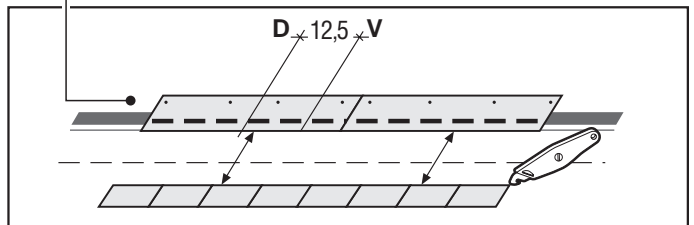

fig. 3
### Installazione (fig. 3/4)
1. Sulla linea di gronda applicare un cordolo adesivo bituminoso (fig. 3).
### Installation (fig. 3/4)
1. Lay down one line of bitumen mastic near to the eaves (as indicated in fig. 3);
2. The starting course is obtained by trimming off the exposed area (14 cm), and nailing the remaining shingles staggered of 12,5 cm from line AD (as indicated in fig. 3);
3. The first course is commenced following the line AD (fig. 3/4);
### Verlegung (Abb. 3/5)
Die erste Reihe der Schindeln wird mit Bitumenkleber verklebt und so versetzt, daß die Zungen der Schindeln abgeschnitten werden können. Darauf die Schindeln nach der Schnürung verlegen. (Abb. 3 u. 5)